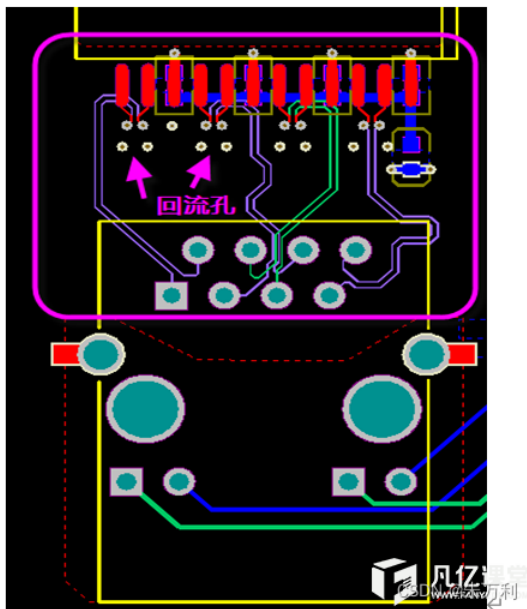

图10 回流孔的放置
6) 对于千兆以太网的差分对, 要优先选择最优的信号层进行布线, 过孔的数量不要超过两个, 并且打孔换层的时候, 要在200mil的范围内增加回流地过孔, 如图10。